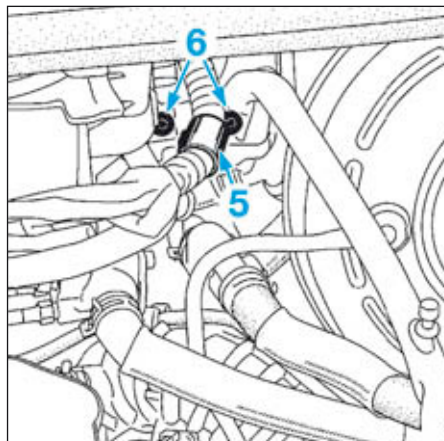

FIG.40
- Dégrafer le câblage des thermoplongeurs en (5) (Fig.40).
- Déposer les écrous (6) du support du boîtier de filtre à air.